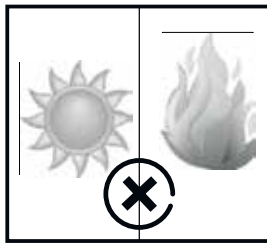

Abbildung 2
- Keinen direkten Sonnenstrahlen aussetzen. Wenn auf die Scheiben Sonnenlicht prallt, wird sich das Betriebsmaß des Produkts erhöhen. Dies führt dazu, dass sich die Temperatur der Waren im Inneren erhöhen und somit ein höherer Energieverbrauch verursacht wird. (Abbildung 2)